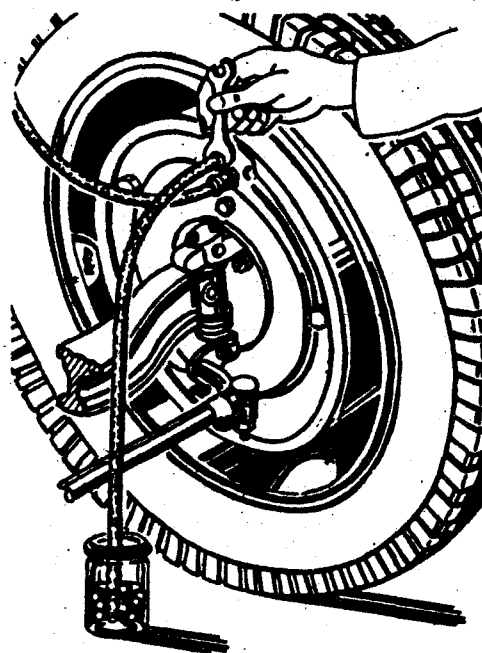

Рис. 89. Удаление воздуха из тормозной системы
- надеть на головку клапана прокачки резиновый шланг для слива тормозной жидкости. Свободный конец шланга опустить в прозрачный сосуд с тормозной жидкостью (рис. 89);